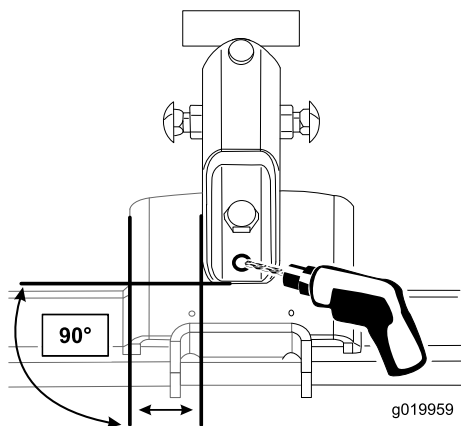

Bild 6
4. Bohren Sie durch das zweite Loch in der Schwenkhalterung in die Maschinenplatte (Bild 6).